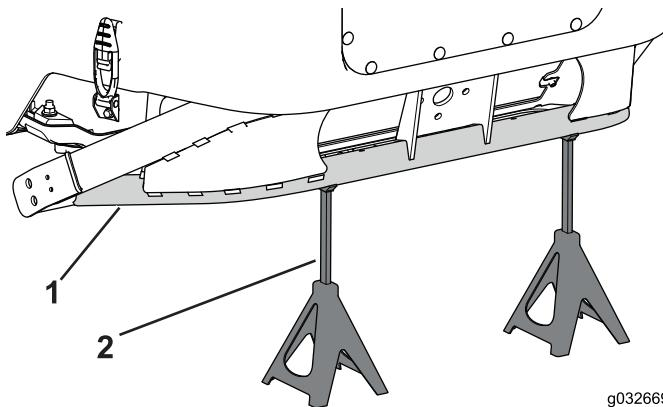

Figure 115
- Avec un cric, soulevez suffisamment l'arrière de la machine pour permettre l'installation des roues d'été et soutenez le cadre avec des chandelles (Figure 115).
6. Avec un cric, abaissez les roues d'été au sol et soutenez l'arrière du cadre avec des chandelles (Figure 115).